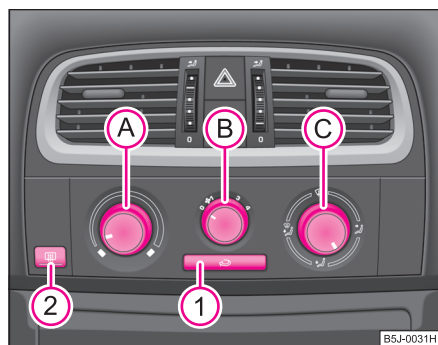

Abb. 81 Heizung: Bedienungselemente
- Drehen Sie den Drehregler **A** ⇒ Abb. 81 nach rechts, um die Temperatur zu erhöhen.
- Drehregler **(A)** ⇒ Seite 94, Abb. 81 bis zum Anschlag nach rechts,
- Drehregler **(A)** ⇒ Seite 94, Abb. 81 bis zum Anschlag nach links,
- Drücken Sie die Taste , das Tasten-Symbol  leuchtet auf  $\rightarrow$  Seite 94, Abb. 81.
Wenn der Luftverteilungsregler  in der Position   $\rightarrow$  Seite 94, Abb. 81 steht, wird der Umluftbetrieb automatisch ausgeschaltet. Durch wiederholtes Drücken der Drucktaste  können Sie auch in dieser Stellung den Umluftbetrieb wieder einschalten.
Die Luftzufuhr für die einzelnen Düsen stellen Sie mit dem Luftverteilungsregler **C** ein  $\Rightarrow$  Seite 94, Abb. 81. Die Luftaustrittsdüsen **3** und **4** können einzeln geschlossen und geöffnet werden.
Aus den geöffneten Luftaustrittsdüsen strömt je nach Stellung des Drehreglers **A**  $\Rightarrow$  Seite 94, Abb. 81 und nach Klimabedingungen erwärmte oder nicht erwärmte Luft. ■